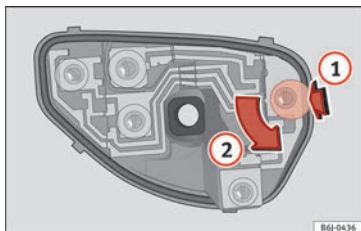

Fig. 197 Cambio delle lampadine delle luci posteriori.
- Una volta tolto il portalampadine, premere nel senso indicato dalla freccia **1** e ruotare contemporaneamente nel senso indicato dalla freccia **2** » **fig. 197**.